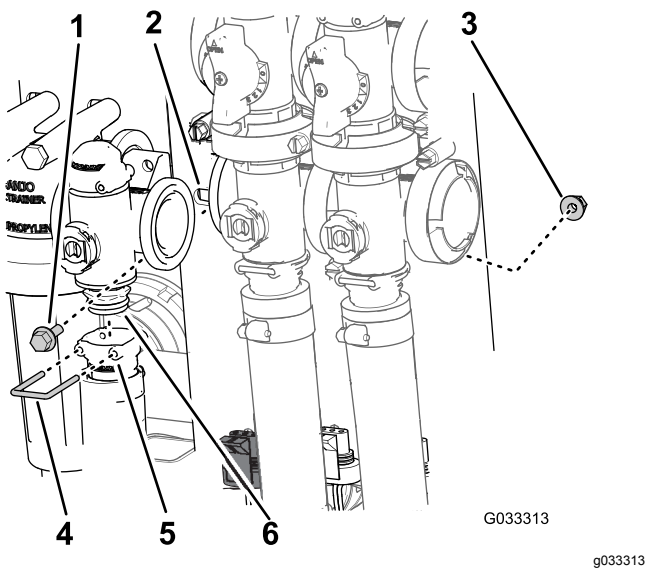

Bild 68
2. Entfernen Sie den Halter, mit dem das Auslaufanschlussstück am Verteiler für das Dosierungsregelventil befestigt ist (Bild 68).
3. Entfernen Sie die zwei Bundkopfschrauben und zwei Sicherungsbundmutter, mit denen das Dosierungsregelventil an der Ventilhalterung befestigt ist, und entfernen Sie den Ventilverteiler von der Maschine (**Bild 68**).